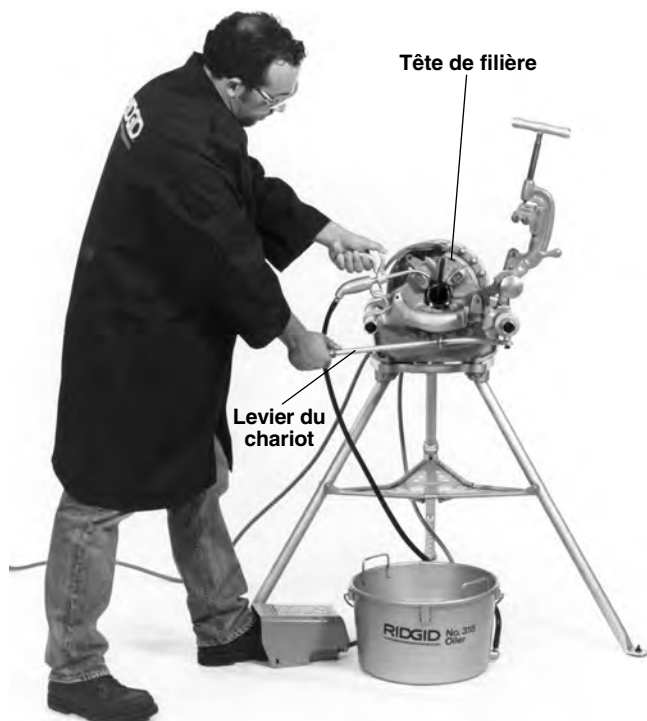

Figure 11 – Filetage des tuyaux à l'aide des fileteuses à ouverture rapide ou automatique.
4. Mettez-vous en position de travail (*Figure 11*).
1. Vérifiez que le coupe-tubes et l'alésoir sont rabattus vers l'arrière du chariot (*Figure 11*).